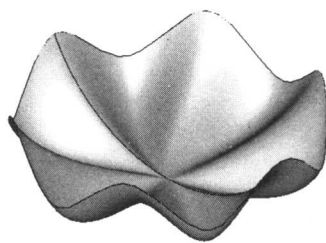

图1-6
5. 进入第3层, 利用网格曲面命令, 启动顶点方式 , 选择曲线和两段圆弧绘制如图1-6所示网格曲面。